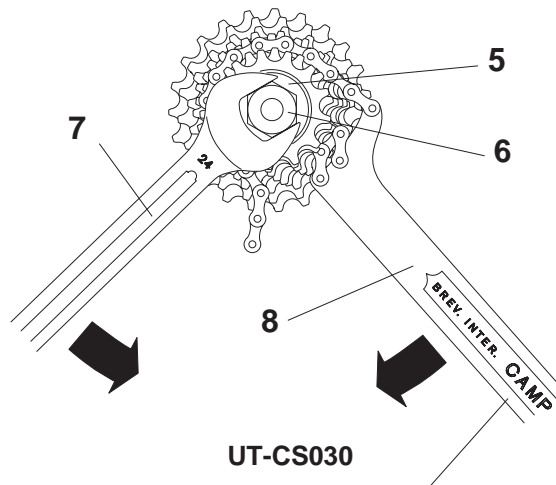

Fig. 9
- Smontate la ghiera (5), usando l'utensile (6) (UT-BB080) con la chiave esagonale (7) da 24 mm e la frusta (8) (Fig. 9).
- Au cas où le montage se ferait sans support en résine, introduisez les pignons un à un ou bien préassemblés (EXA-DRIVE MK2) ainsi que les entretoises sur le corps porte-pignons du moyeu en faisant coïncider le profil de chacune des rainures comme le montre la figure 9.
- Démonter la bague (5), en utilisant l'outil (6) (UT-BB080), la clé à six pans (7) de 24 mm ainsi que le fouet à chaîne (8) (UT-CS030) comme le montre la figure (Fig. 9).
- If installing the sprockets without the resin support, install the individual or preassembled sprockets (EXA-DRIVE MK2) and the spacers on the sprocket body of the hub aligning the spline patterns as illustrated in figure 9.
- Remove the ring (5), using the tool (6) (UT-BB080) with the 24 mm hexagonal key (7) and the chain whip (8) (UT-CS030) as illustrated (Fig. 9).
- En el caso de montaje sin soporte de resina, colocar los piñones sueltos o preensamblados (EXA-DRIVE MK2) y los distanciadores en el cuerpo porta piñones del buje, de forma que coincidan los perfiles de ambas ranuras (Fig. 9).
- Desmontar la virola (5), con el la herramienta (6) (UT-BB080) con la llave hexagonal (7) de 24 mm y la llave con cadena (8) (UT-CS030) como está ilustrado (Fig. 9).
- Falls die Ritzel ohne die Montagehalterung aus Kunststoff aufgesteckt werden, die einzelnen Ritzel oder die Untereinheiten zu zwei und drei Ritzel (EXA-DRIVE MK2) und die Distanzringe so auf den Ritzelträger aufsetzen, daß beide Ritzelprofile wie abgebildet (Abb. 9) zusammenpassen.
- Den Schließring (5) mit dem Campagnolo Werkzeug UT-BB080 (6) zusammen mit dem sechseckigen 24 mm Schlüssel (7) und
- Verwijder de ring (5) met de sleutel (6) (UT-BB080) en door middel van de zeshoekige 24 mm sleutel (7) + de kranstafnemer (8) (UT-CS030), zoals geïllustreerd (Fig. 9).
dem Kettengegenhalter (8) abnehmen (siehe Abb. 9).